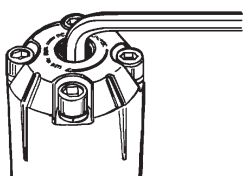

图 3
- 要提高出口压力, 请将调节螺丝(6)按顺时针方向转动 (参见图 3)。
- 要降低出口压力, 请将调节螺丝(6)按逆时针方向转动 (参见图 3)。